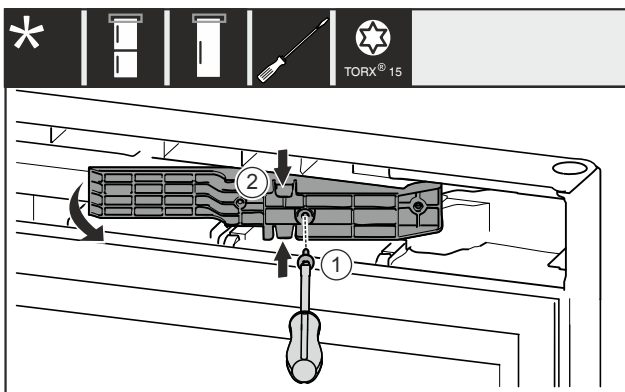

Fig. 16 \*
- ▶ 移除螺栓 Fig. 16 (1)。
- ▶ 将上方和下方适配件 Fig. 16 (2) 轻轻挤压在一起，然后向前拉出。\*